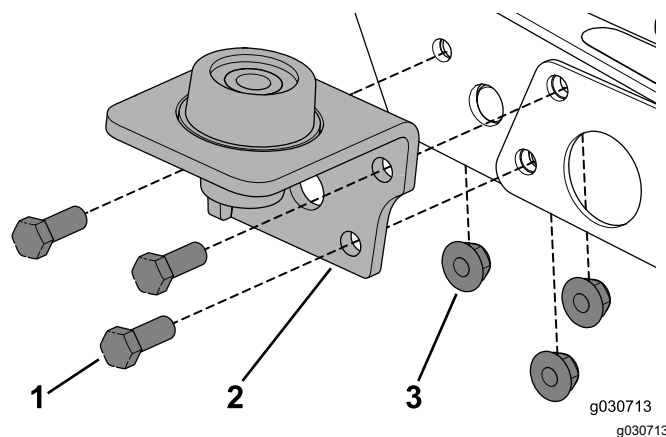

Figura 18
1. Retire os dispositivos existentes e utilize os três parafusos ($\frac{3}{8}$ pol. x 1 pol.) e porcas flangeadas para prender a montagem na máquina (Figura 18).